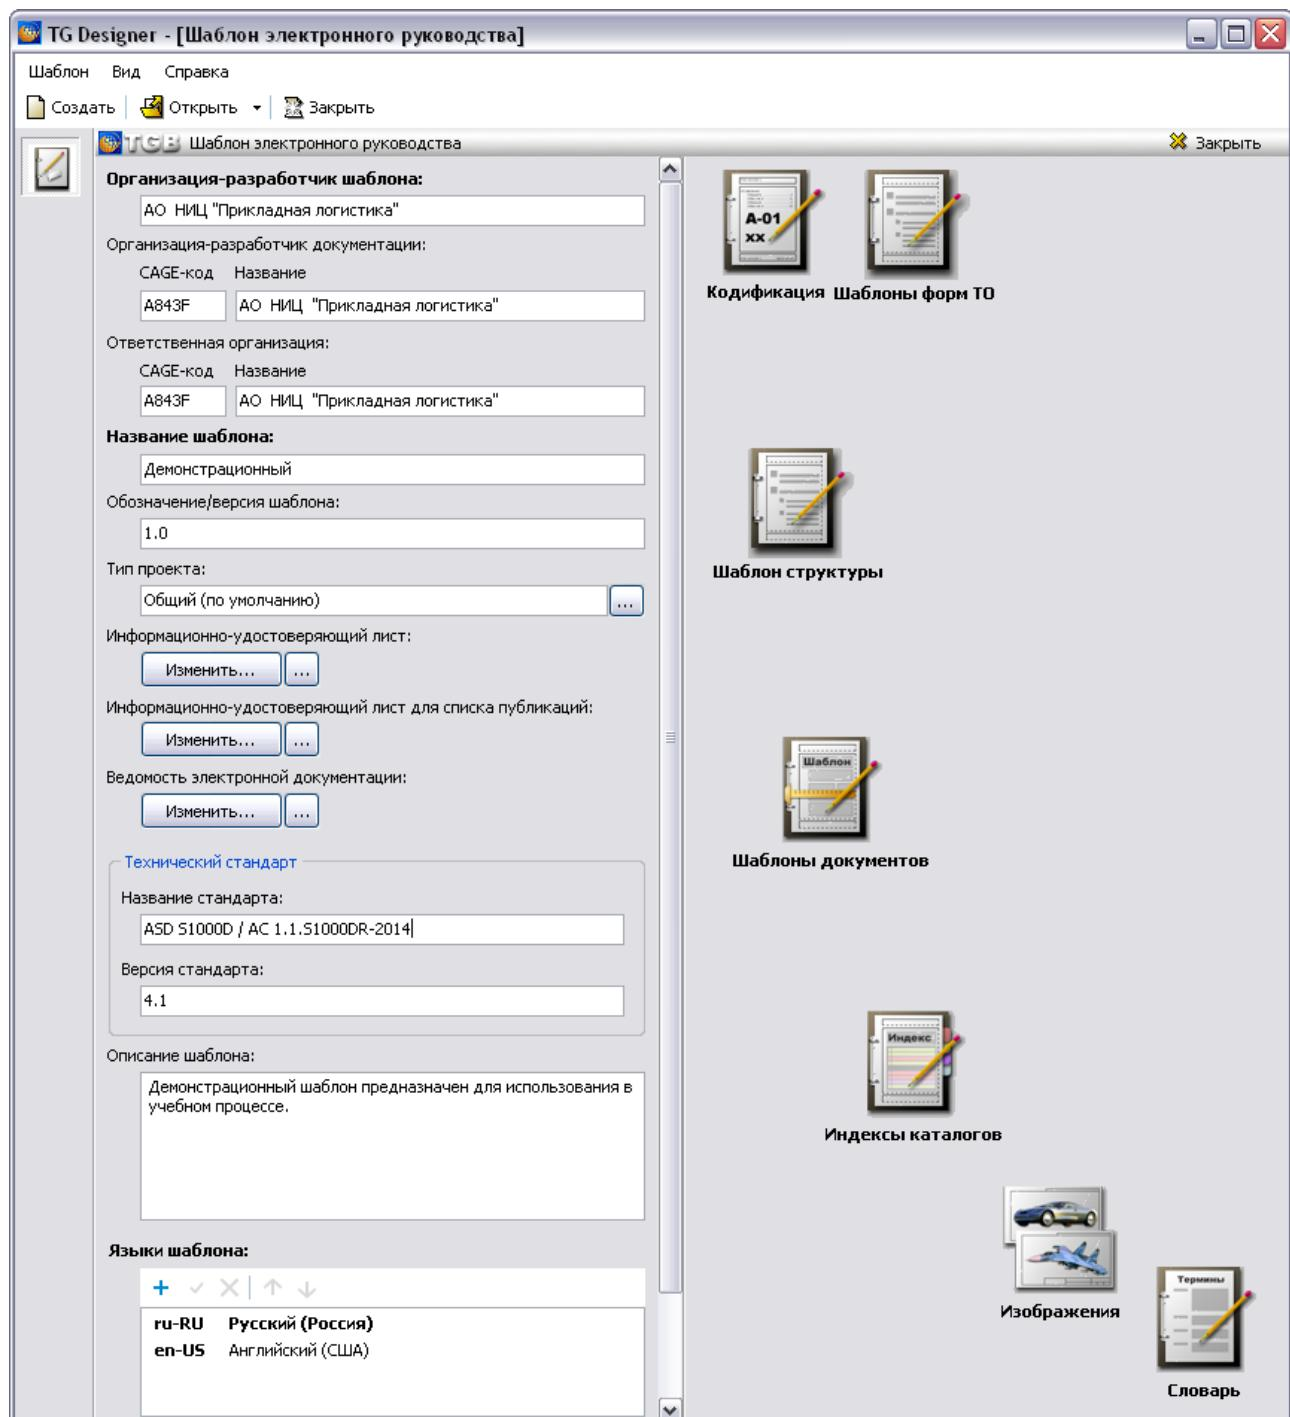

Рис. 1.22
3. Нажмите на кнопку **OK**. При этом появится окно **Шаблон электронного руководства** (Рис. 1.22).
4. В левой части окна **Шаблон электронного руководства** в соответствующие поля введите параметры шаблона (Рис. 1.22):
В правой части окна **Шаблон электронного руководства** находятся иконки редакторов для создания и редактирования составных частей шаблона (Рис. 1.22):